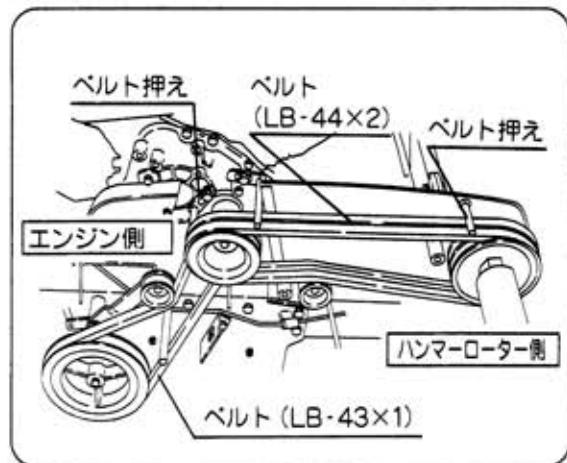

図57
- ⑤ エンジン側ベルト押さえ、ハンマーローター側ベルト押さえをゆるめます。（図57）